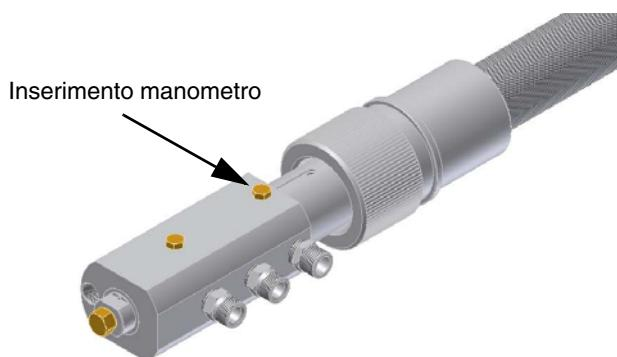

Fig. 18
- 7 La pressione di alimentazione ugello è già pre-tarata in fabbrica e non deve essere cambiata. Solo se necessario, regolare la pressione di alimentazione (vedi relativo paragrafo) nel modo seguente: inserire un manometro nella posizione indicata in Fig. 18 agire sulla vite di regolazione VR della pompa (vedi Fig. 17 e pag. 14) fino ad ottenere una pressione all'ugello pari a 25 bar (ugelli Fluidics/Bergonzo - vd. grafici a pag. 22);